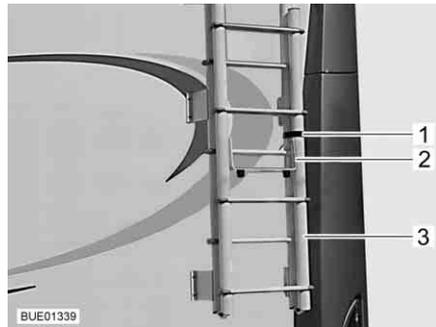

Fig. 1 Escada dobrada para cima
- Abra as correias (Fig. 1,1) na escada (Fig. 1,3) na traseira do veículo.
- Desdobre o arco de proteção (Fig. 1,2).